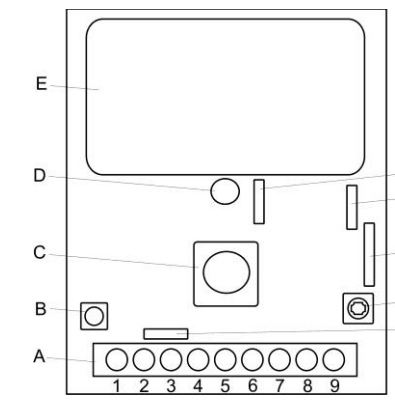

Fig. 1
8. Verbinden Sie die Drähte mit den Anschlussklemmen (Fig. 1).